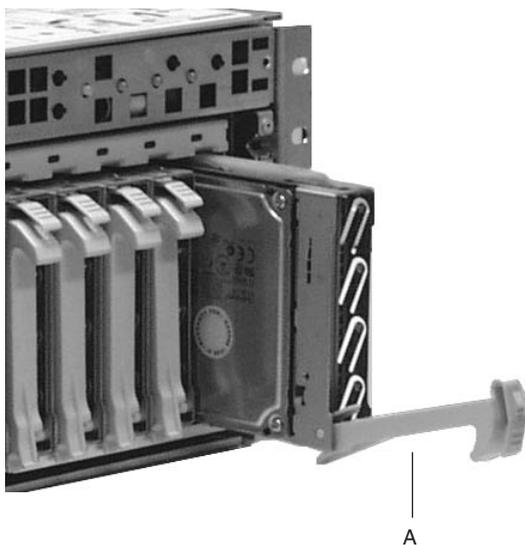

Figura 4-3 Desencaixe do suporte da unidade do chassi
5. Segure a alavanca e puxe-a na sua direção para desprender o conector da unidade do conector no painel traseiro. A alavanca da trava é indicada pela letra "A" na Figura 4-3.